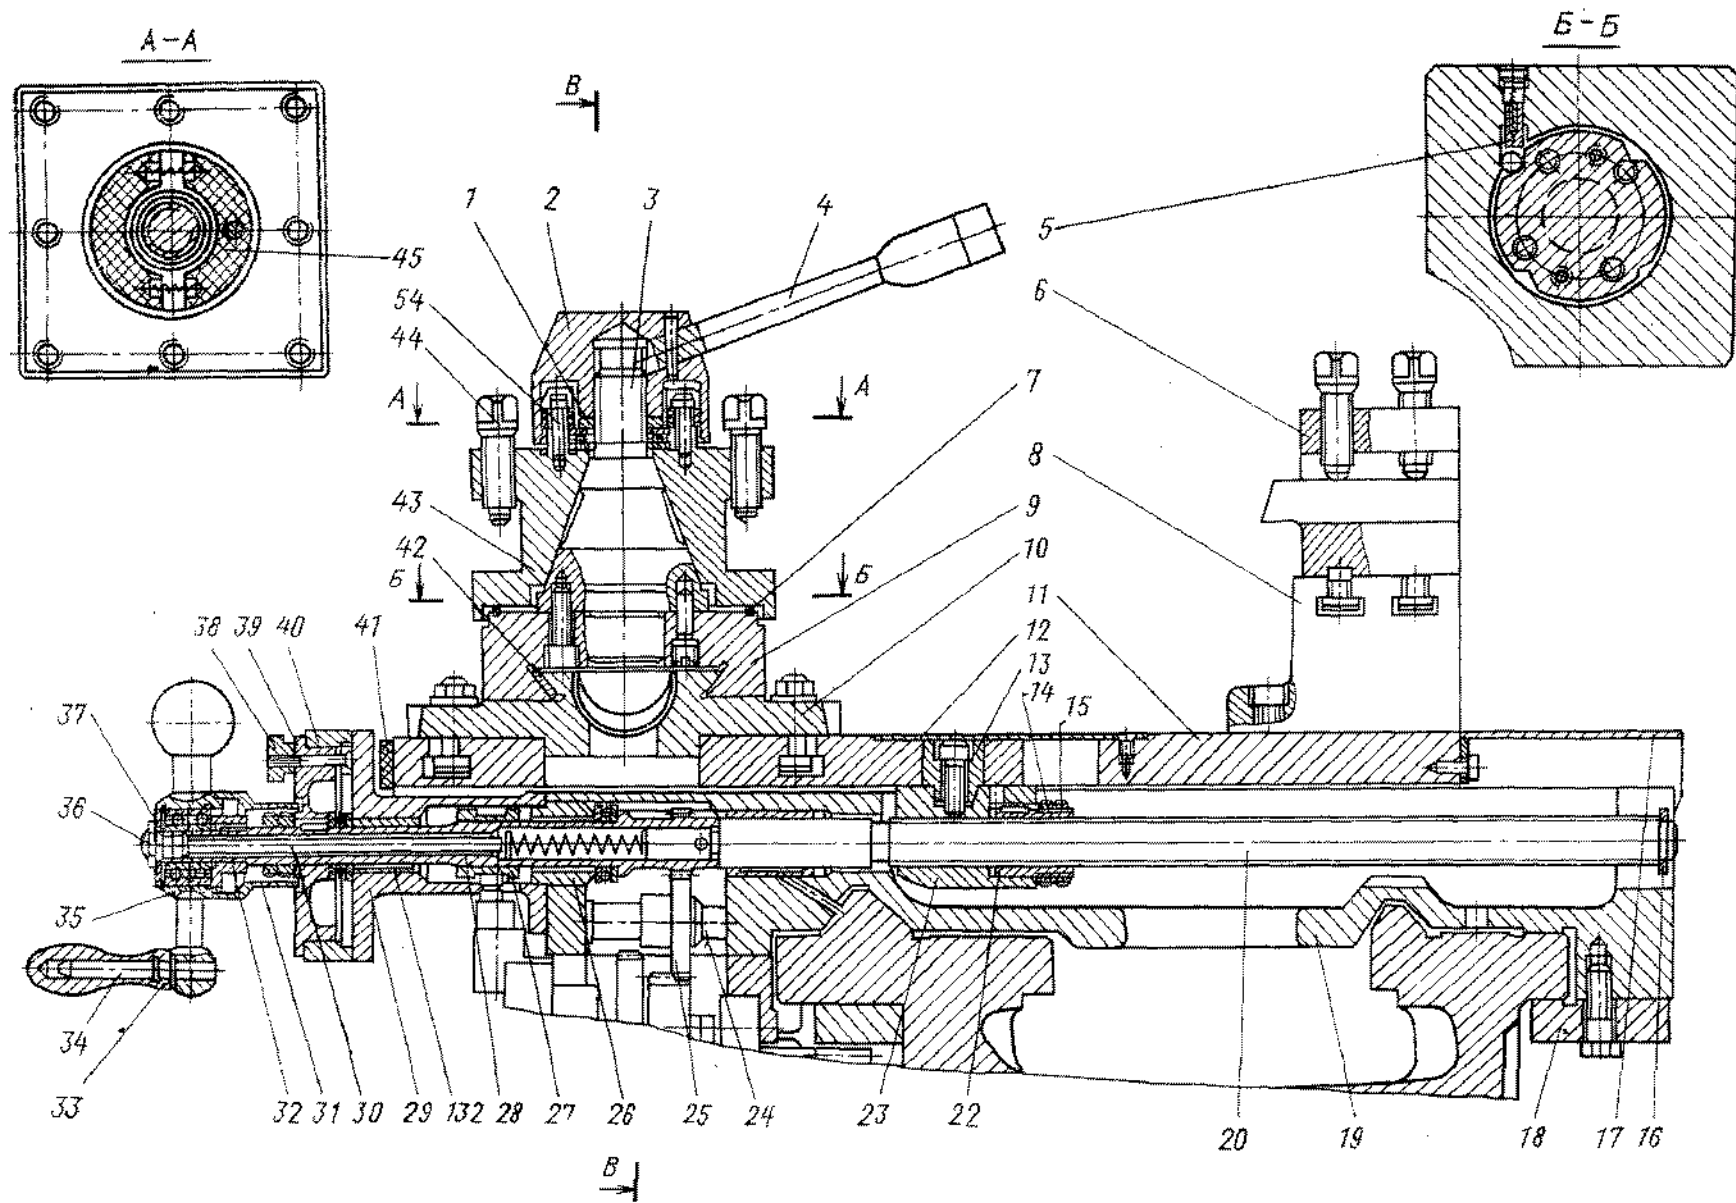
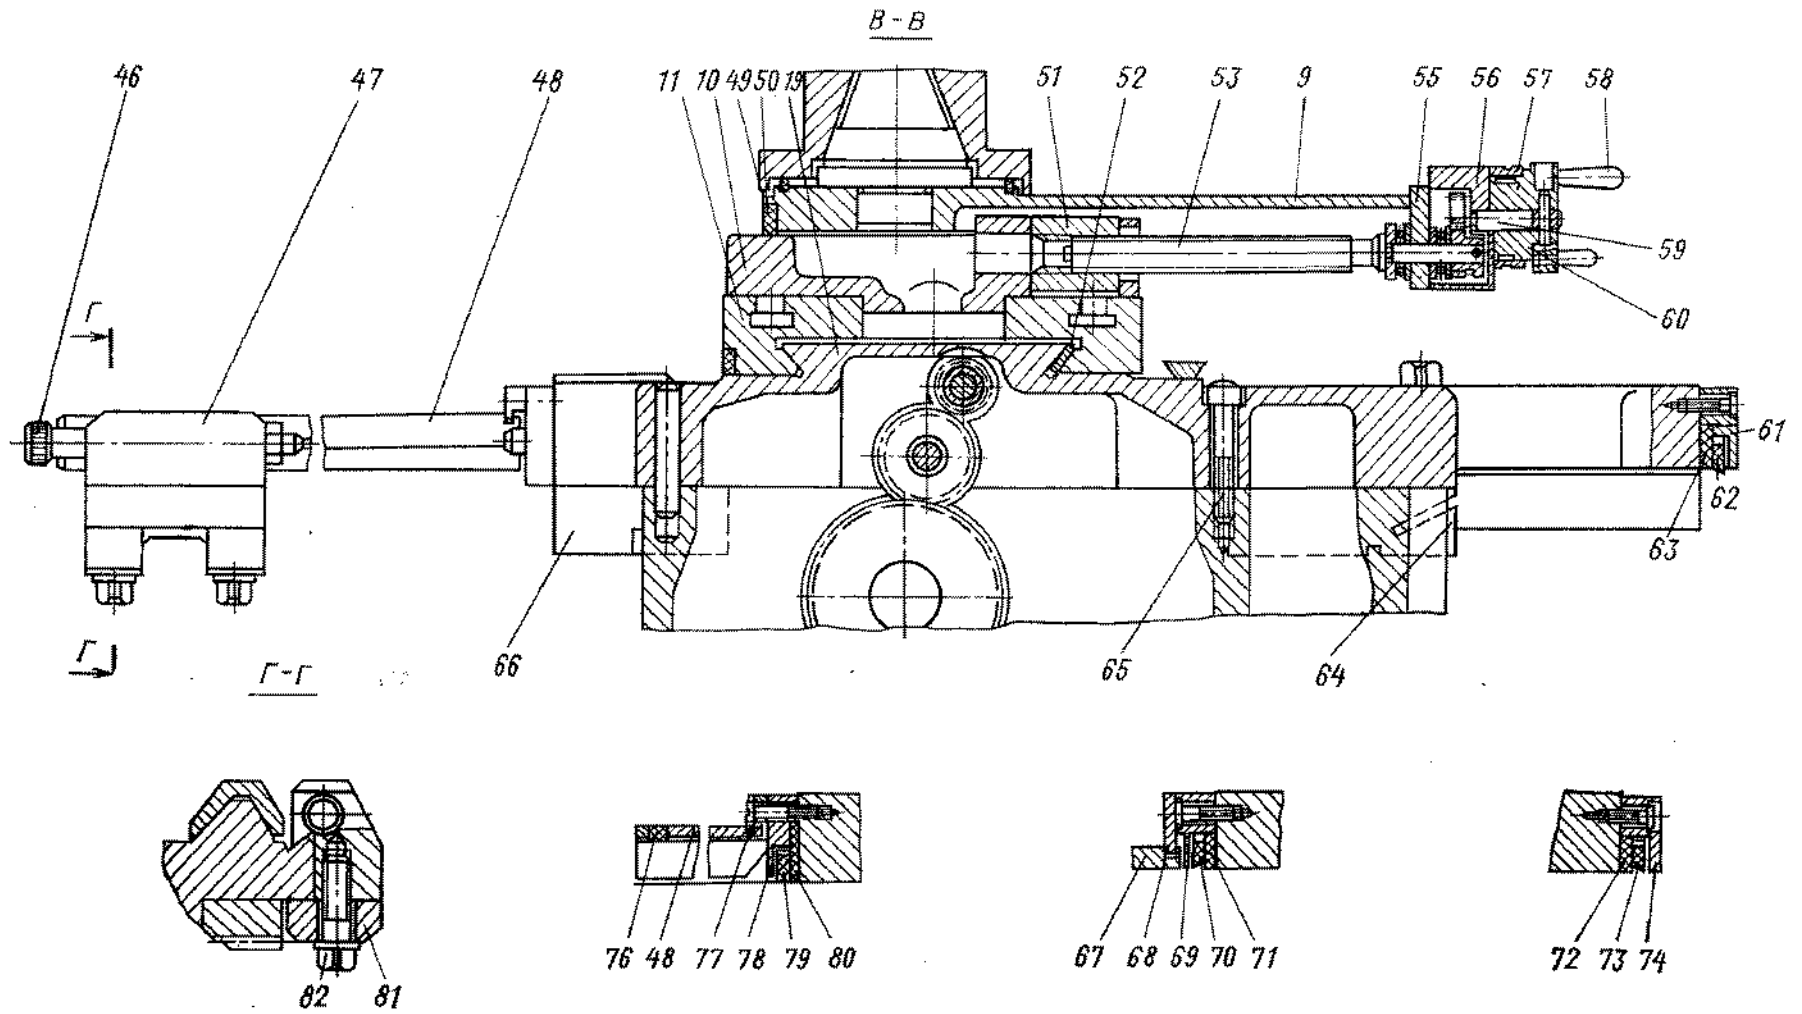

Рис. 27. Сувиорт
Рис. 28. Суппорт
**13.4.1.** Регулирование усилия, развиваемого механизмом подач, производится поворотом гайки 11. Величина усилия определяется динамометром, который нужно установить между жестким упором 47 (рис. 28) и кареткой 19 (рис. 27). Следует следить за тем, чтобы величина усилия не превышала допустимую по табл. 1 (раздел 19).
(рис. 27, 28)
**13.5.2.** Поставляемый по особому заказу задний резцедержатель 8 устанавливается на поперечных салазках, как показано на рис. 27.
*Примечание.* Номерами, начинающимися со 100, обозначены детали, относящиеся только к суппорту с механическим приводом резцовых салазок. Числами меньше 100 — детали, унифицированные от суппорта с ручным перемещением резцовых салазок (рис. 27, 28).